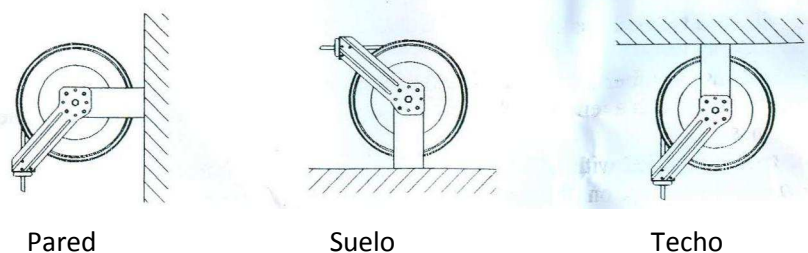

Figura 2.
1. Para el montaje en una superficie plana debidamente acondicionada, la placa base de anclaje del carrete tiene 4 orificios de 12,7 mm. La Figura 2 corresponde a una plantilla que muestra la posición correcta de los 4 orificios de montaje en la placa base de anclaje.
2. El carrete de suministra con un soporte de rodillo guía para mangueras. La posición del soporte se puede cambiar en función de la posición de montaje del carrete. La Figura 2 muestra las "Posiciones habituales de montaje". Si tiene que cambiar la posición del soporte, sigas las instrucciones siguientes: